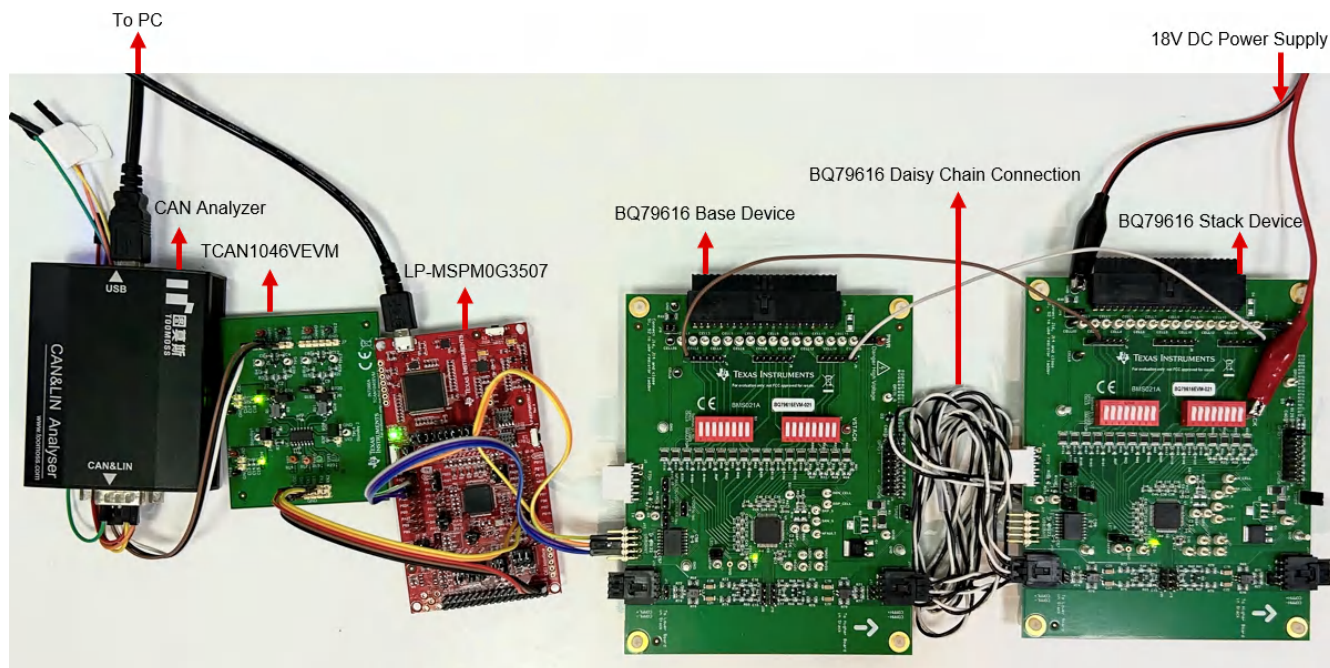

图 4-1. 硬件设置
以下是设置测试环境的步骤。有关系统图方框，请参阅图 2-1。图 4-1 是实际测试环境照片。
1. 根据图 4-1 和图 2-1，将 LP-MSPM0G3507 与两个 BQ79616 EVM、TCAN1046VEVM 和 CAN 分析仪连接。两个 BQ79616 EVM 都需要通电，这里我们使用 18V 直流电源。